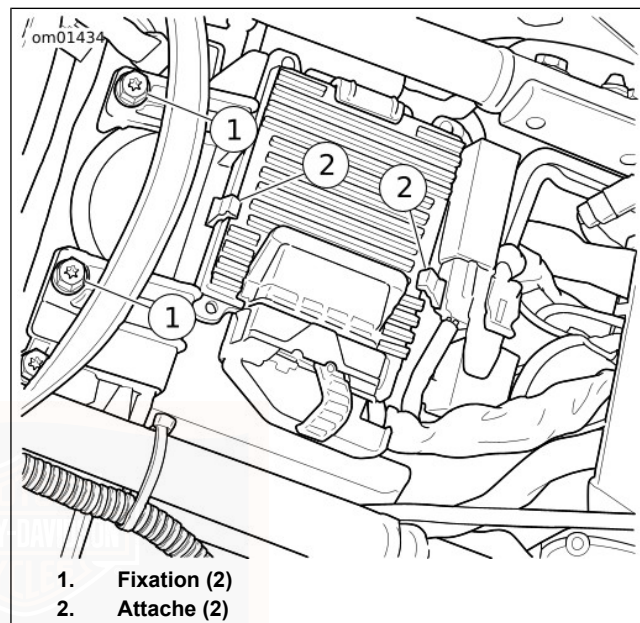

Figure 68. Boîtier supérieur (FLHXXX illustré)
3. Voir Figure 68. Retirer deux vis de l'arrière du boîtier supérieur.
5. Voir Figure 68. Tourner le boîtier supérieur en position au-dessus de la batterie et engager l'avant du boîtier dans l'attache avant.